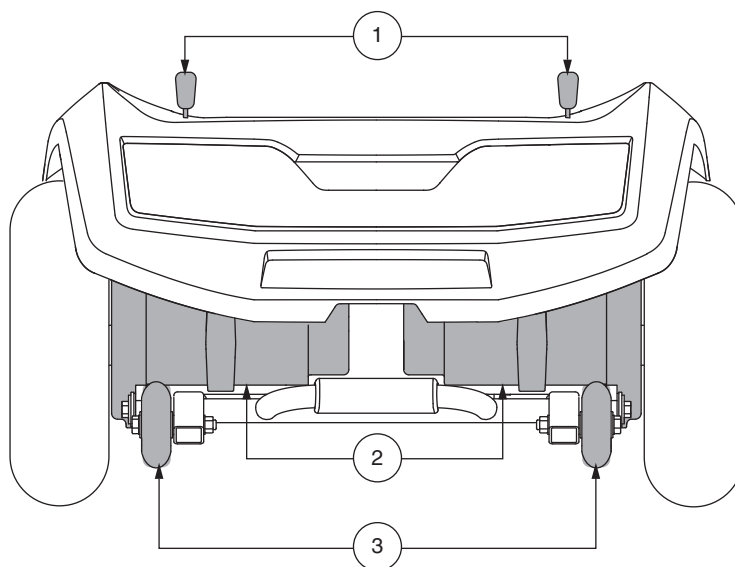
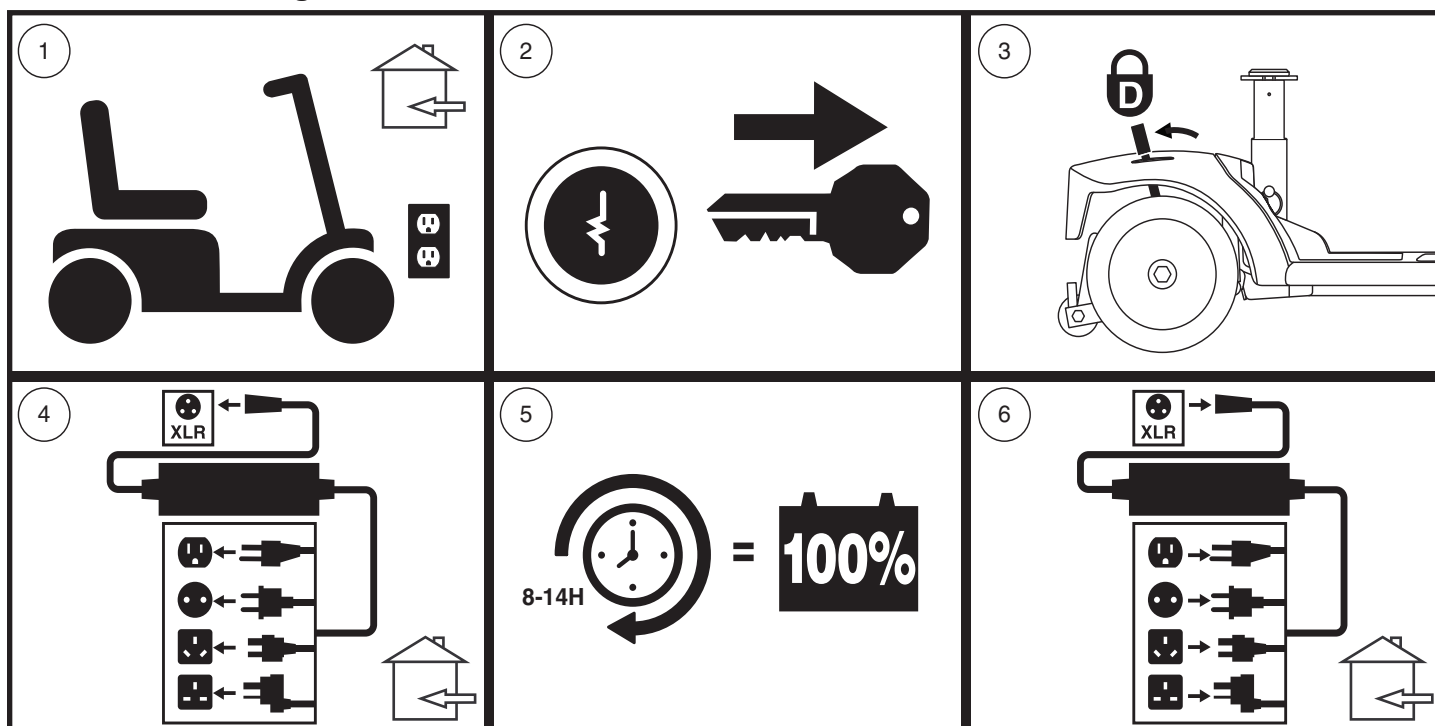

Figure 7. Section arrière - 710ZT
Figure 12. Recharge des batteries schéma des procédures
Votre Scooter est équipé de deux leviers d'embrayage manuel « pour passer au neutre » un sur chaque moteur. Ces leviers vous permettent de débrayer les moteurs de la boîte de vitesse, afin de pouvoir manoeuvrer votre scooter manuellement. Voir la figure 7.
1. Trouvez les leviers sur la section arrière de la Scooter. Voir la figure 7.
NOTE: Pour le modèle 710ZT, les leviers de roue libre manuels fonctionnent dans la direction opposée (voir figure 7); par conséquent, pour l'étape 3 de la figure 12, les leviers doivent être poussés vers l'avant pour engager le mode de conduite.